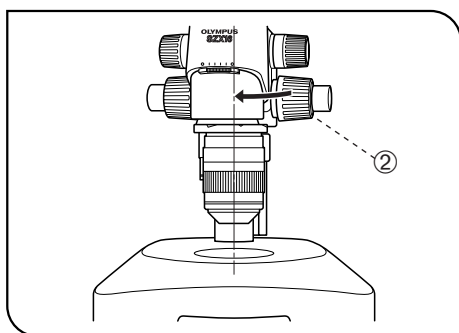

Fig. 31
2. För tillbaka mikroskopkroppen till belysningsstrålgången genom att lossa fokuseringsmodulens låsskruv ②, vrid mikroskopkroppen försiktigt i pilens riktning, rikta upp objektivet visuellt mot belysningsstrålgången och dra åt låsskruven ② igen (fig. 31).